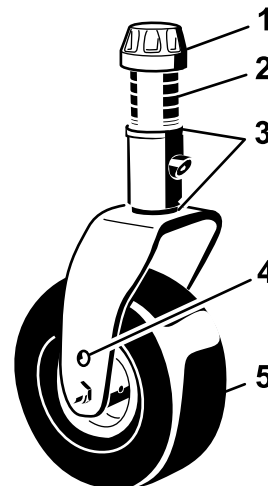
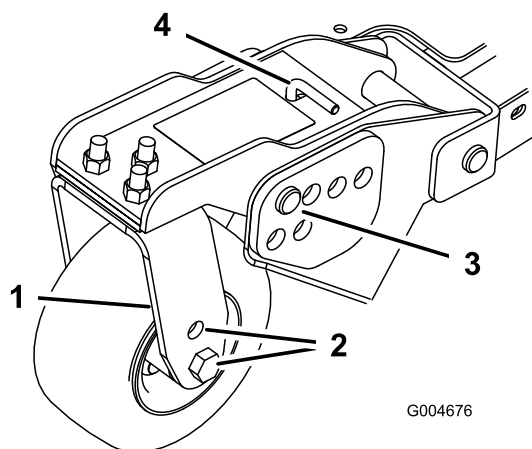
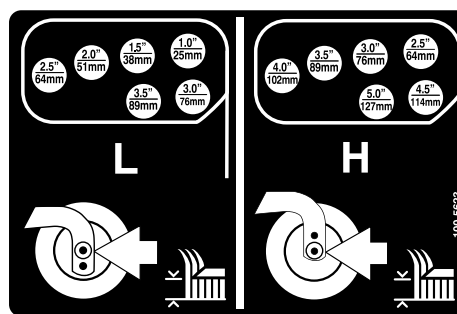

Bild 18
Bild 20
Bild 21
- Stecken Sie die Laufradachsen in allen Laufradgabeln in die gleichen Löcher (Bild 18 und Bild 20).
- Entfernen Sie die Spannkappe von der Spindelwelle und ziehen die Spindel aus dem Laufradarm heraus (Bild 18).
- Entfernen Sie den Splint und die Lastösenbolzen von den Laufradgelenkarmen (Bild 20).
- Drehen Sie die Spannstanze, um den Gelenkarm anzuheben oder abzusenken, bis die Löcher mit den ausgewählten Löchern in der Schnitthöhenhalterung im Mähwerkrahmen ausgerichtet sind (Bild 20 und Bild 21).